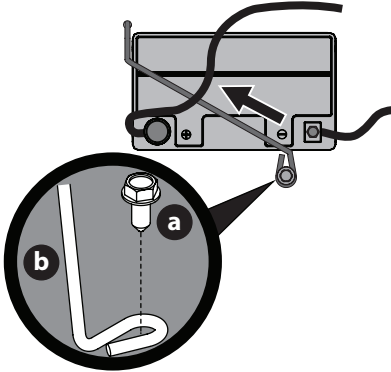

Fig. 16
NOTA: el mazo de cables debería colocarse sobre la parte superior de la barra de sujeción de batería. De no ser así, el mazo de cables podría resultar dañado (Fig. 16 en la página 46).
3. Extraiga el tornillo de cabeza hexagonal con arandela (a) que sujeta la barra de sujeción de la batería al marco (b). Luego levante la barra de sujeción (b) de la batería para liberar la batería (Fig. 16).